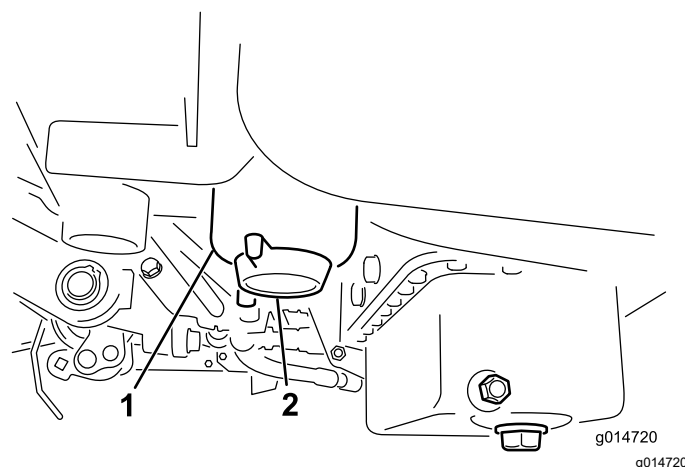

Figura 31
3. Abra el tapón de vaciado del filtro de combustible aproximadamente una vuelta y drene cualquier agua acumulada (Figura 31).